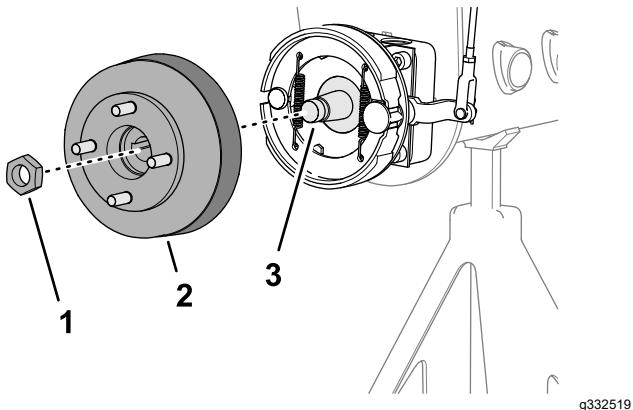
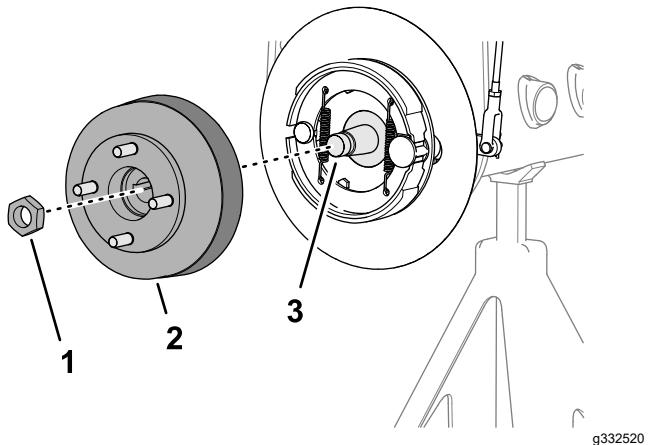

Figure 64
Figure 65
- Retirez les contre-écrous qui fixent le moyeu sur l'arbre du moteur de roue (Figure 64 ou Figure 65).
- Utilisez l'extracteur de moyeu de roue spécifié pour déposer le moyeu de roue et le tambour de frein de l'arbre du moteur de roue (Figure 64 ou Figure 65).